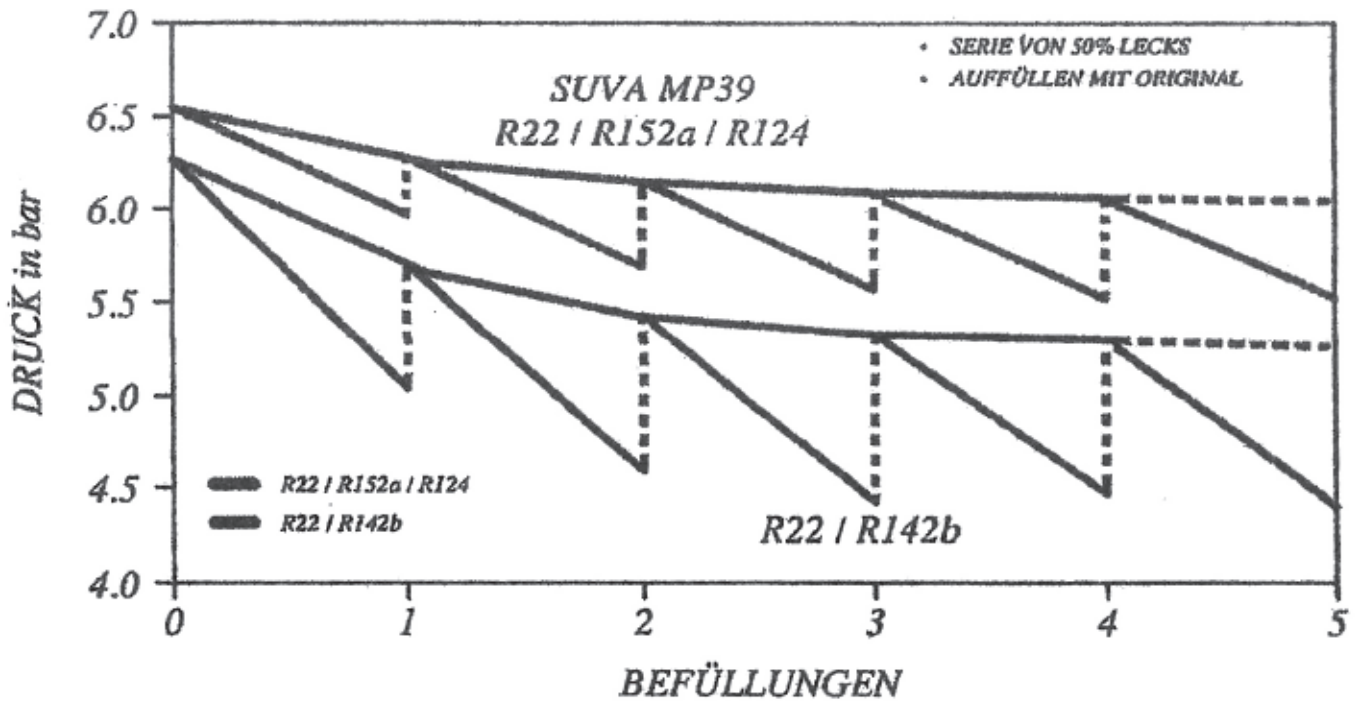

Bild 19: Änderung des Saugdrucks bei Leckagen
- Bei größeren oder wiederholten Leckagen in einer Kälteanlage ergibt die Änderung der Gemischzusammensetzung ein Absinken des Verdampferdruckes. Die Folge davon - zu geringe Überhitzung am thermostatischen Expansionsventil und damit flüssiges Kältemittel im Verdichter (Schmierungsmangel, Flüssigkeitsschläge) (siehe Bild 19 und 20)